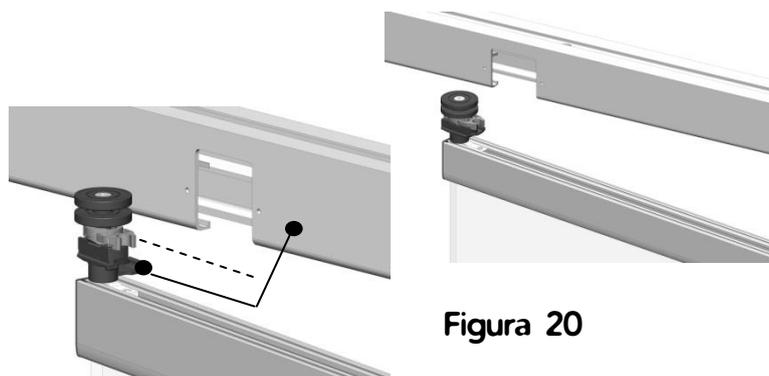

Figura 20
- Durante el proceso de introducción, la patilla de bloqueo tendrá que estar 90° con respecto al "Perfil Marco Superior" (figura 20), siempre a la parte contraria de la apertura del "Perfil Marco Superior". Al mismo tiempo el casquillo clip debe introducirse y quedar alineado longitudinalmente con el perfil, tal y como se aprecia (figura 20).